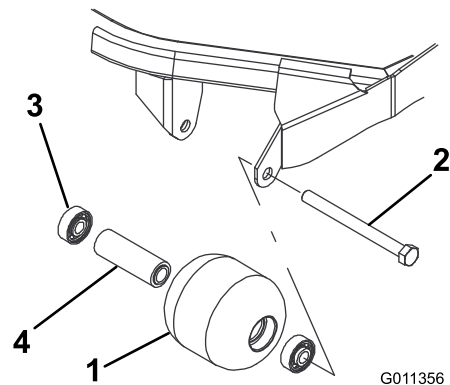

图73
1. 卸下滚筒安装螺栓 图73。
4. 检查滚筒壳体、轴承以及轴承隔片是否受损 (图73)。更换受损的组件和总成。
1. 将第一个轴承按入滚筒壳体 (图73)。仅按住外座圈或同时按住内、外座圈。
2. 插入隔片 (图73)。
3. 将第二个轴承按入滚筒壳体 图73同时按住内、外座圈直至内座圈接触到隔片。